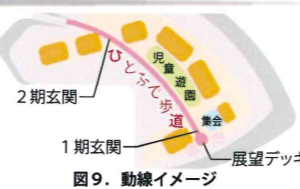

図9. 動線イメージ
- 敷地西側の出入口付近から緩やかな弧を描く通路（ひとふで歩道）を設け、1期と2期の玄関を結び連携を高めるとともに、最南端には展望デッキを設けて遠景の美しい山並みやお花見ができるようにし、街の調和に貢献します。【図9】